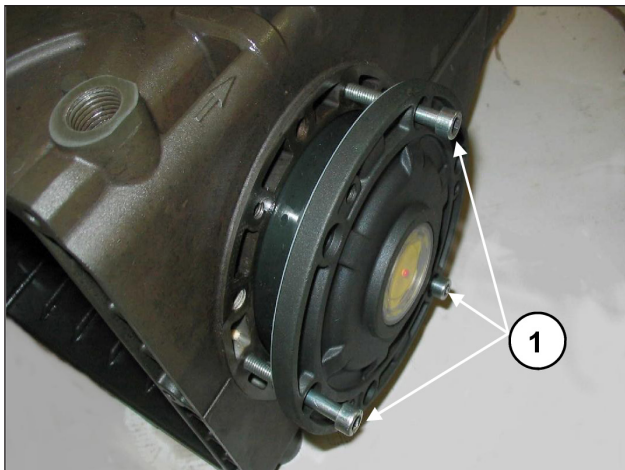
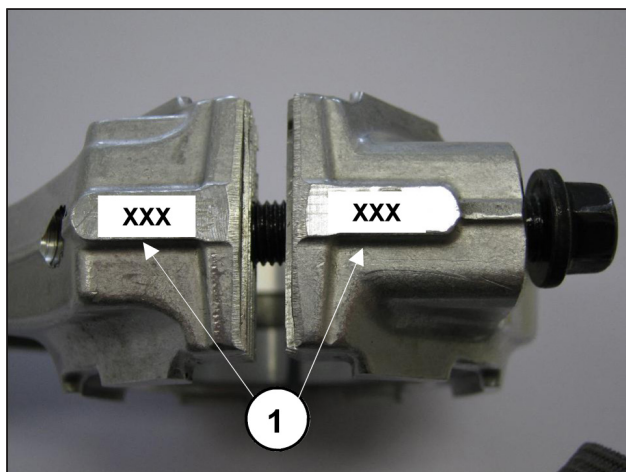

Abb. 8
Abb. 9
Um das Einführen des ersten Abschnitts und das Einsetzen der Pleuelstange am Pleuelstange zu erleichtern, sollten Sie 3 Schrauben M6 x 40 mit Teilgewinde (Abb. 8, Pos. ①) zu Hilfe nehmen und den Vorgang dann anhand der mitgelieferten Schrauben (M6x18) abschließen.
- Paaren Sie die Pleueldeckel unter Berücksichtigung der Nummerierung mit den zugehörigen Schäften (Abb. 9, Pos. ①).
Prüfen Sie nach Einbau der kompletten Gruppe (Flansch auf Schauglasseite + Welle + Flansch auf Motorseite), dass das Reibmoment der Welle - bei nicht verbundenen Pleueln - in einem Bereich zwischen min. 4 und max. 7 Nm liegt. Für das Annähern der beiden Seitendeckel an das Gehäuse können Sie zunächst 3 Schrauben M6x40 für eine erste Ausrichtung verwenden, wie in Abb. 8 angegeben, und dann die für die endgültige Befestigung vorgesehenen Schrauben. Das Reibmoment der Welle (bei verbundenen Pleueln) darf 8 Nm nicht übersteigen.
Nach Abnahme der seitlichen Deckel, vgl. Abschn. 2.1.1, entfernen Sie den äußeren Lagerring der Dichtungen von den Deckeln und den inneren Ring mit dem übrigen Teil des Lagers von den beiden Wellenenden mit einem einfachen „Austreiber“ oder einem ähnlichem Werkzeug, siehe Abb. 8 und Abb. 9.